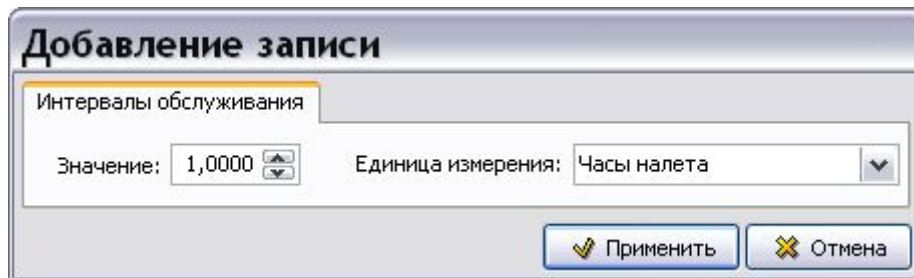

Рис. 5.25
2. В открывшемся окне **Добавление записи** измените установленное по умолчанию значение «0,0» с помощью стрелок вверх-вниз или введя новое значение с клавиатуры. После этого станет доступно поле ввода **Единица измерения** (Рис. 5.25).